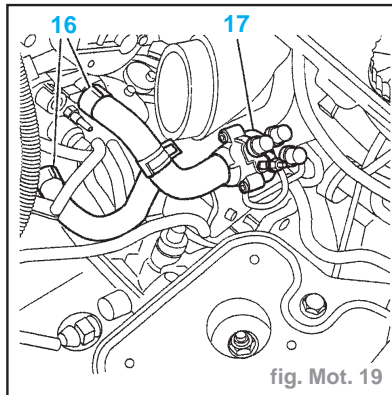

fig. Mot. 19
- Écarter (fig. Mot. 19) :
- les raccords d'aérotherme (16)
- l'ensemble réchauffeur (17)